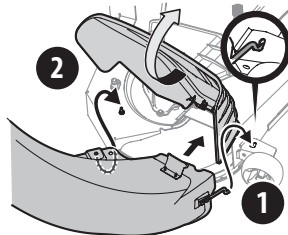

Figura 33
- Inserte el extremo del codo del canal de descarga (1) en el orificio suministrado en el montaje de rueda de la plataforma tal como se muestra en el recuadro de la Figura 33.
- Gire el canal de descarga hacia atrás hasta que el orificio del codo del canal de descarga se alinee con el pasador del adaptador de plataforma. Mueva el codo de descarga hacia abajo hacia ese pasador como se muestra en (2) de la Figura 33.